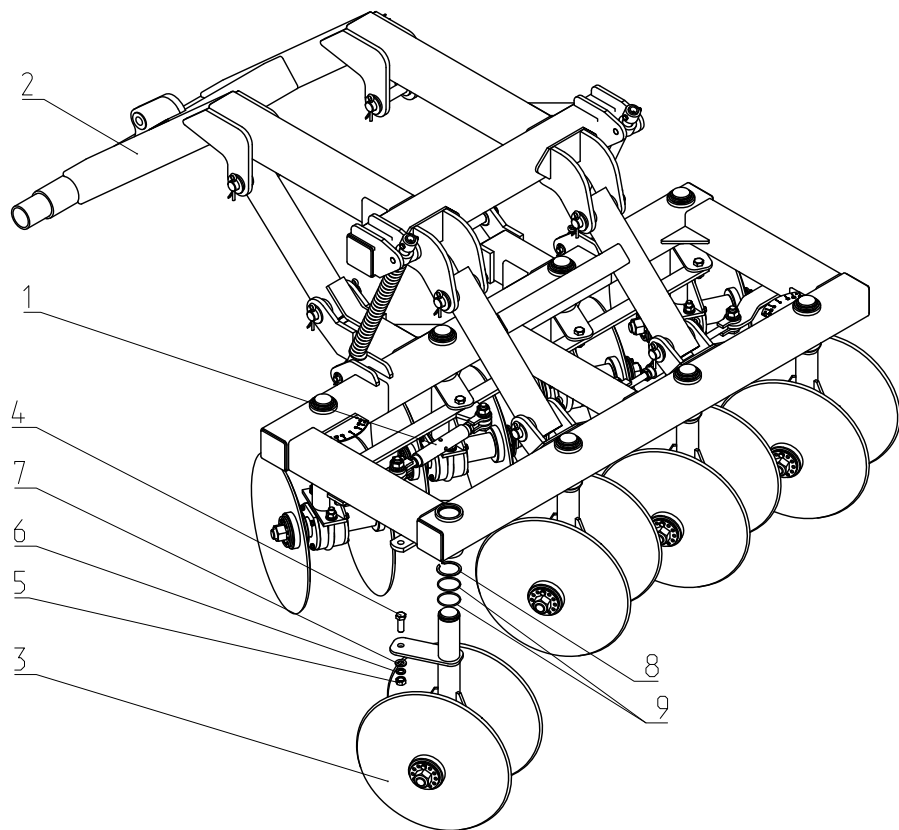
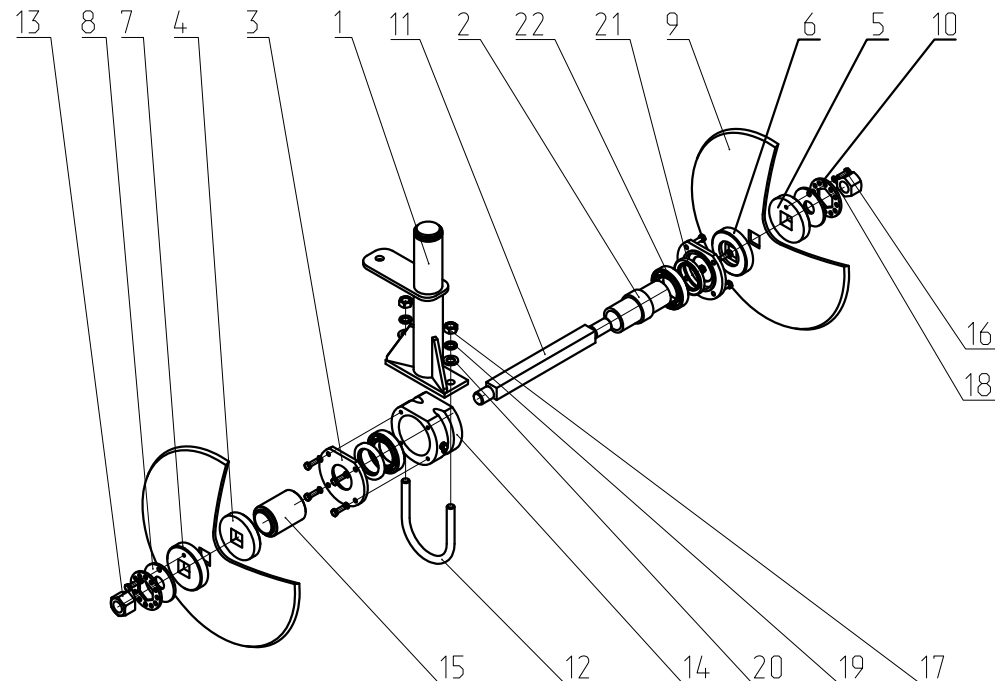

Рис.4. ЛДГ 00.010 Секция центральная в сборе.
Рис.5. ЛДГ 02.060 Рабочий орган.
3.2. Секция центральная в сборе (Рис.4) состоит из рамы несущей 2, с помощью которой она присоединяется к снице при сборке луцильника, перед его эксплуатацией, рабочих органов 3 в количестве 8 штук. Рабочие органы вставляются в раму несущую и крепятся кольцом 8. Кольца 9 служат уплотнением для удержания смазки в полости втулок, в которые вставляются рабочие органы.
3.2.1. Талреп 1 служит для установки угла атаки. Угол атаки рабочих органов секции центральной выставляется постоянным и равен 25° . Рабочие органы устанавливаются согласно Рис. 4.
3.3.1.Рабочий орган (Рис.5) состоит из стойки 1, закрепленной на раме секции центральной кольцом 8 (Рис.4). Диски 9 собираются на оси 11, вставленную в корпус 14, через втулку 2.
1-ЛДГ 02.802 Корпус в сборе(аналог корпуса Рис. 5); 2-ЛДГ 02.101 Шпунья; 3-ЛДГ 02.404 Упор выпуклый; 4-ЛДГ 02.404-01 Упор выпуклый; 5-ЛДГ 02.405 Упор вогнутый; 6-ЛДГ 02.405-01 Упор вогнутый; 7-ЛДГ 02.406 Шайба; 8-ЛДГ 02.411 Диск; 9-ЛДГ 02.431 Шайба; 10-ЛДГ 02.601 Ось; 11-ЛДГ 02.609 Гайка; 12-Болт М8х25 ГОСТ 7798; 12-Шайба 8.65Г ГОСТ 6402.
1-ЛДГ 02.802-01 Корпус в сборе(аналог корпуса Рис. 5); 2-ЛДГ 02.101 Шпунья; 3-ЛДГ 02.404 Упор выпуклый; 4-ЛДГ 02.404-01 Упор выпуклый; 5-ЛДГ 02.405 Упор вогнутый; 6-ЛДГ 02.405-01 Упор вогнутый; 7-ЛДГ 02.406 Шайба; 8-ЛДГ 02.411 Диск; 9-ЛДГ 02.431 Шайба; 10-ЛДГ 02.601 Ось; 11-ЛДГ 02.609 Гайка; 12-Болт М8х25 ГОСТ 7798; 12-Шайба 8.65Г ГОСТ 6402.